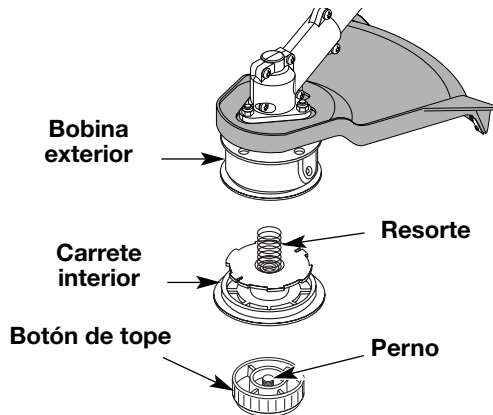

Fig. 12
1. Sostenga la bobina exterior con una mano y desenrosque el botón de tope en sentido antihorario (Fig. 12). Inspeccione el perno de adentro del botón de tope para verificar que se mueva con libertad. Cambie el botón de tope si está dañado.
2. Saque el carrete interior de la bobina exterior (Fig. 12).
3. Saque el resorte del carrete interior (Fig. 12).
1. Sostenga la bobina exterior con una mano y desenrosque el botón de tope en sentido antihorario (Fig. 12). Inspeccione el perno dentro del botón de tope para verificar que se mueva con libertad. Cambie el botón de tope si está dañado.
2. Saque el carrete interior viejo de la bobina exterior (Fig. 12).
3. Saque el resorte del carrete interior viejo (Fig. 12).